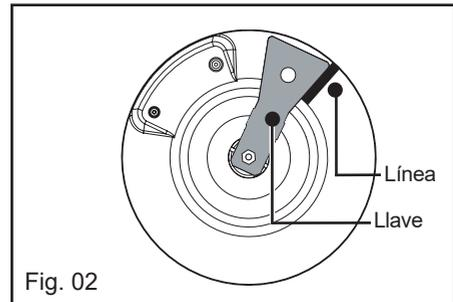

Fig. 02
- Si lo desea, puede inmovilizar la placa utilizando bridas de sujeción que vienen incluidas con sus correspondientes tornillos (Fig. 02) que se fijan a las esquinas del marco. **Utilice siempre los orificios previstos para ello como muestra el dibujo (Fig. 01).**
– **Conexión con un tubo flexible de goma reforzado** con extremos mecánicos atornillables (de acuerdo con la norma NF D 36-103) cuyo tiempo de vida es de 10 años (Fig. 02).
– **Conexión con un tubo flexible de goma** reforzado con extremos mecánicos atornillables (de acuerdo con la norma NF D 36-112) cuyo tiempo de vida es de 10 años (Fig. 02).
- Con un lápiz, trace una línea en la placa en el lugar indicado (Fig. 02).
- No utilice recipientes con fondo cóncavo o convexo (Fig. 02)